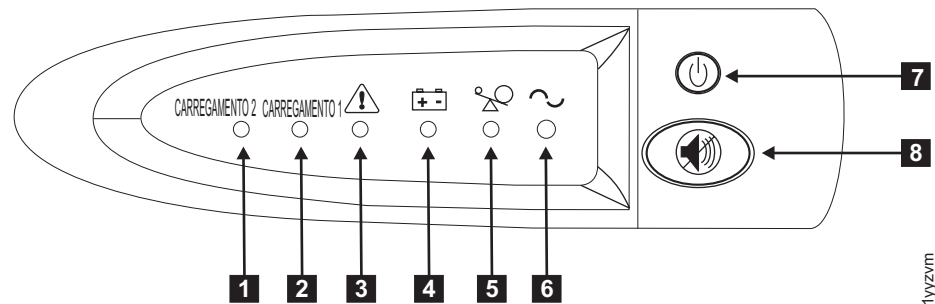

Figura 17. Conjunto do Painel Frontal do 2145 UPS-1U
8. Pressione e segure o botão ligar/desligar (**7** na Figura 17) por aproximadamente cinco segundos. Pode ser necessário um dispositivo com ponta, como uma chave de fenda, para pressionar o botão ligar/desligar. Os indicadores do painel frontal fazem um ciclo por uma sequência de inicialização enquanto o 2145 UPS-1U realiza um autoteste.